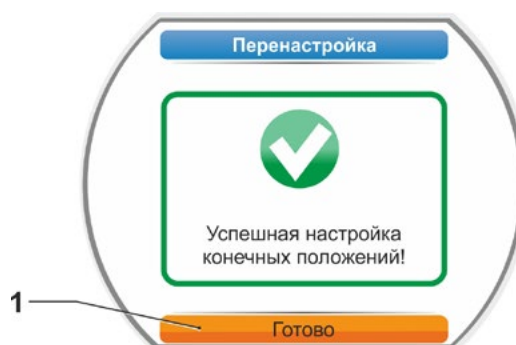

Рис. 5: Перенастройка конечного положения правильная
8. Выберите 'Готово' (рис. 5, поз. 1) и подтвердите выбор нажатием кнопки Drive Controller.